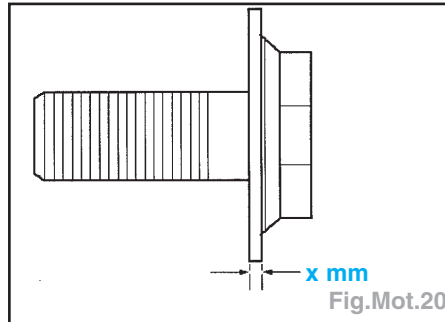

Fig.Mot.20
- Mesurer l'épaisseur de la rondelle de boulon de fixation de poulie de vilebrequin (Fig.Mot.20).